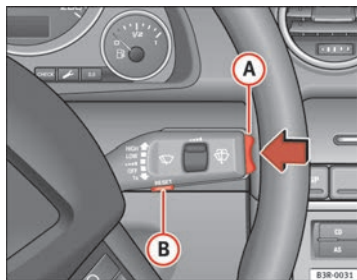

Fig. 60 Palanca del limpiaparabrisas: Elementos de manejo del ordenador de a bordo
Pulsando la tecla Reset (B) ⇒ página 91, fig. 60 se puede conmutar entre las funciones del ordenador de a bordo 1 y 2.
Bastará con pulsar brevemente el interruptor-selector de funciones o bien la tecla **(Reset)** $\Rightarrow$ **fig. 60** para borrar el aviso sobre la duración de viaje.
- Pulse la zona superior o inferior del conmutador-selector de funciones **A** ⇒ fig. 60. Se visualizarán una tras otra las funciones del ordenador de a bordo en los niveles de memoria correspondientes.